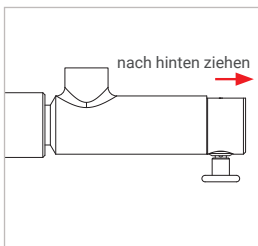

Abbildung 9
- ▶ Ziehen Sie leicht am Adapter (Roter Pfeil *Abbildung 9*) entgegen der Anschlussrichtung um sicherzustellen, dass der Adapter richtig angeschlossen ist.